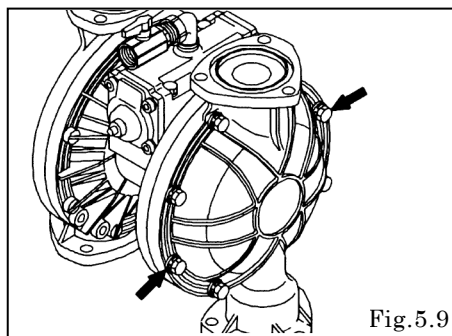

Fig.5.9
- ・アウトチャンバー取付ボルト 16 か所 (NDP-80、NDP-800 は 24 か所) を外し、アウトチャンバーを取り外す。[Fig.5.9]